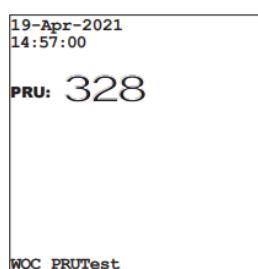

Рисунок 41: Результаты теста уровня 1 WQC
15. Когда результаты отобразятся, запишите или распечатайте результаты теста. Результаты теста можно распечатать, нажав на клавишу  (печать), если к прибору подключен принтер (Рисунок 41 (стр. 37)).